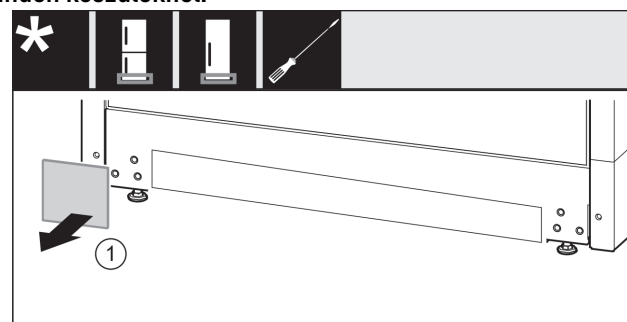

Fig. 20
- ▶ Vegye le a fedelet Fig. 20 (1).